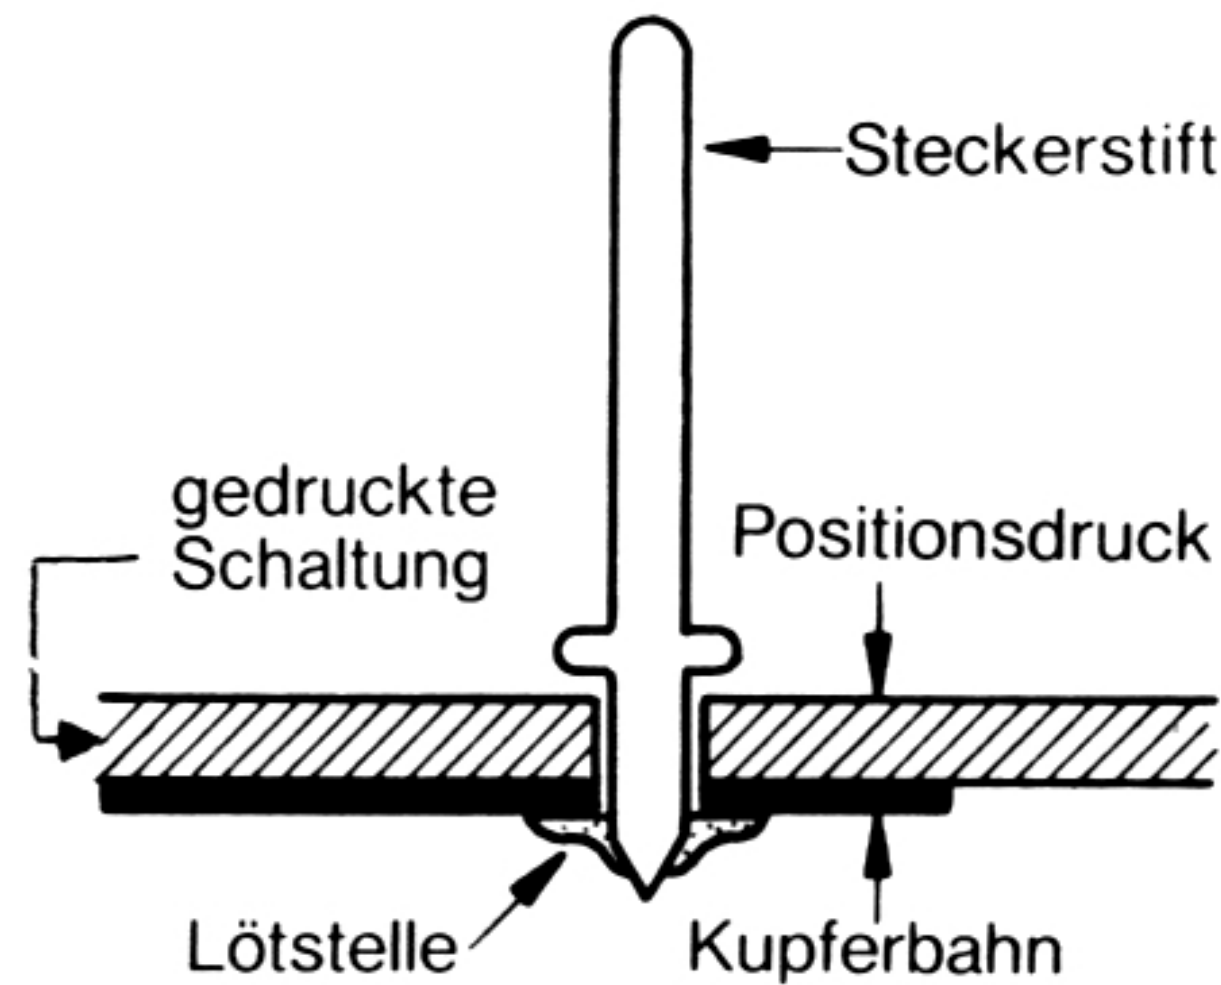

Abb. 5
1. Setzen Sie drei Steckerstifte auf der linken Hälfte der gedruckten Schaltung (Abb. 4) in alle Löcher, die mit I, II und \perp bezeichnet sind, ein. Drücken Sie die Steckerstifte mit ihrem kurzen Ende von der Positionsdruckseite her fest in die Bohrungen. Achten Sie beim Verlöten mit den Kupferbahnen darauf, daß die Steckerstifte senkrecht stehen, damit sich später die Stecker leicht aufsetzen lassen (Abb. 5).
2. Löten Sie auf der rechten Seite der gedruckten Schaltung (Abb. 4) weitere fünf Steckerstifte in die Bohrungen \perp , I, II, +, – (Abb. 5).